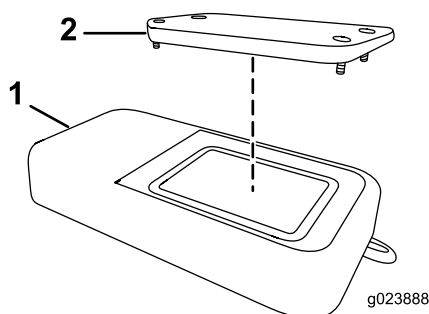

Рисунок 56
2. Снимите крышку (Рисунок 56).